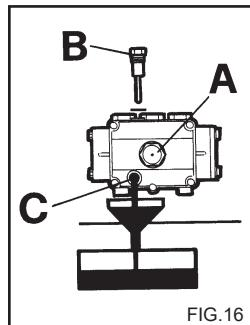

FIG.16
- 1)Skru opp drenesskruen på undersiden av pumpen (fig. 16 C).
- 2)Bruk peilepinnen til å skru av dekslet (fig. 16).